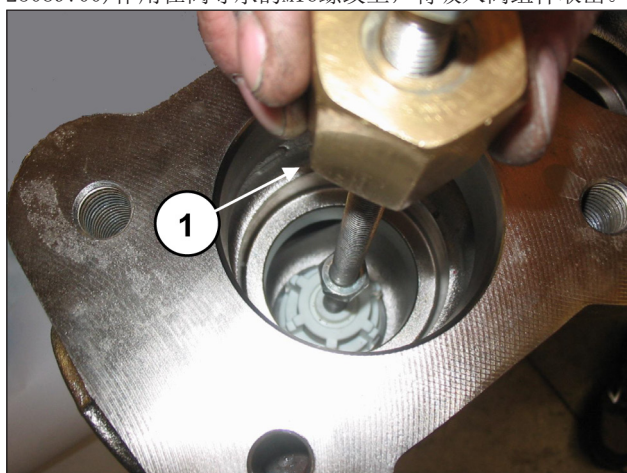

图 112
可将锤头式提取器（代码为 27516400）作用在阀导承的M10孔上（位置①，图 112），或用一个M10-M16适配器（代码 25089700）作用在阀导承的M16螺纹上，将吸入阀组件取出。